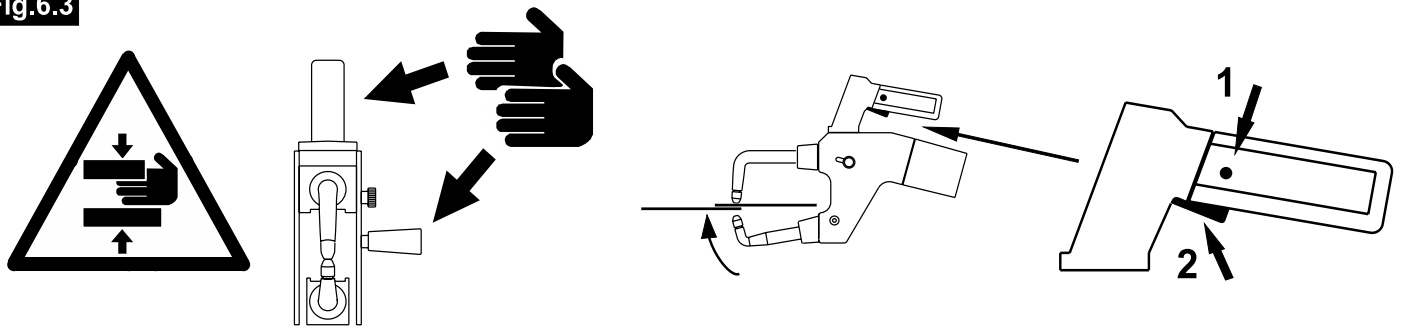

Fig.7
- Maintenir votre tête et votre buste le plus loin possible du circuit de soudure. Ne pas travailler en étant proche de la soudeuse, ou assis près d'elle ou encore en étant appuyé à la soudeuse. Distance minimum : **Fig 7 Da** = cm 50; **Db** = cm.20.